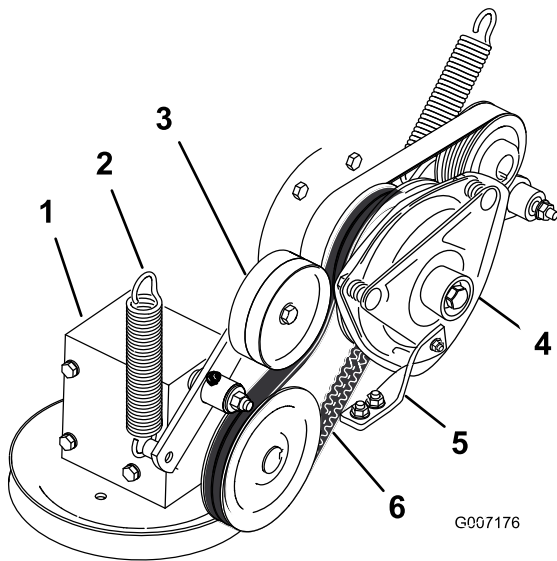

Figure 88
4. Décrochez le ressort du bras de la poulie de tension (Figure 88).
7. Montez la nouvelle courroie d'entraînement de PDF autour de la poulie d'embrayage et de la poulie du boîtier d'engrenages (Figure 88).
9. Raccrochez le ressort au bras de la poulie de tension (Figure 88).